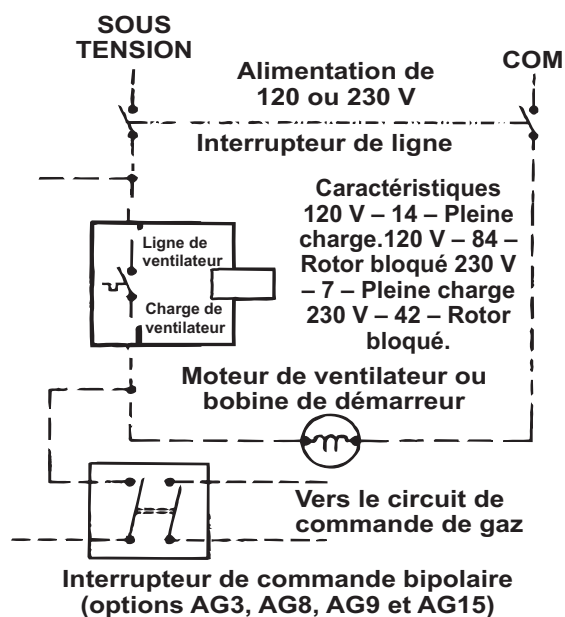

Figure 31. Câblage typique de la commande de ventilateur
- Pour un fonctionnement correct, assurez-vous que le câblage de commande du ventilateur est conforme à la Figure 31 et à la section Connexions électriques pour les options installées sur site.